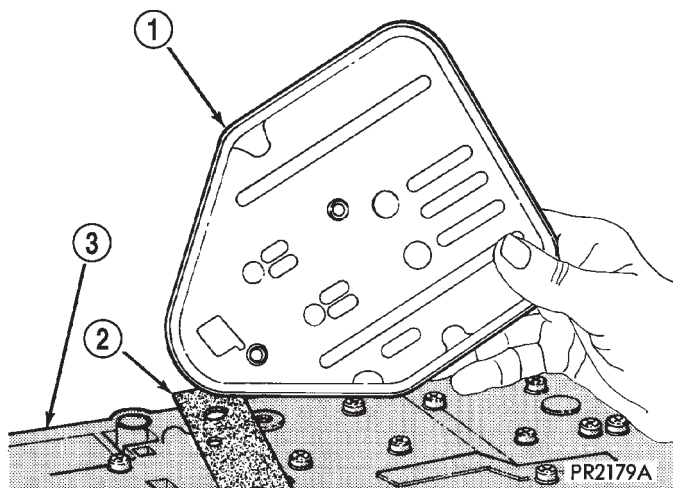
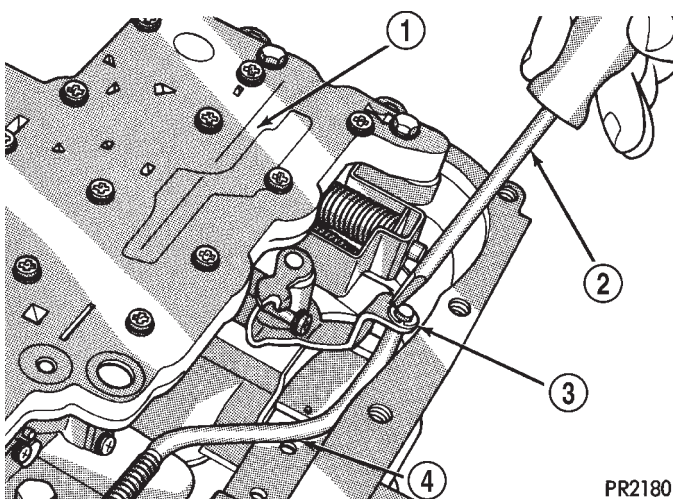

Fig. 5 Filtro de aceite y junta
Fig. 6 Collarín E de la varilla de estacionamiento
- 3 - TORNILLOS DEL FILTRO DE ACEITE (2)
(5) Retire el filtro de aceite y la junta (Fig. 5).
(6) Retire el conmutador de arranque en punto muerto y luz de marcha atrás.
(7) Retire el collarín E de la varilla de estacionamiento (Fig. 6).